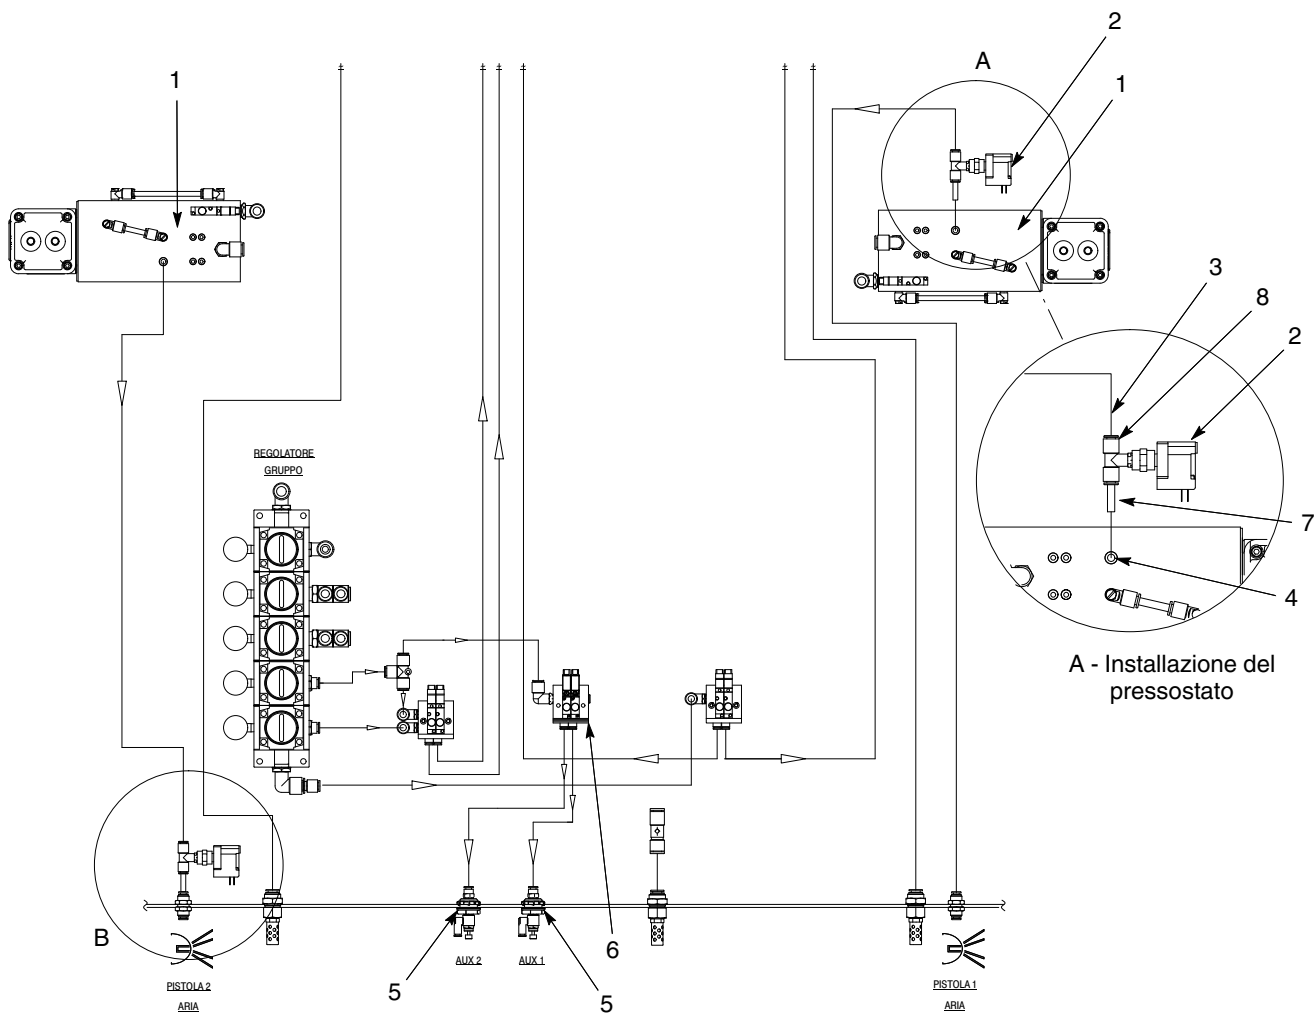

Figura 4 Schema pneumatico (nella figura un sistema a due pistole)
Vedi figura 4 per l'illustrazione della sezione pneumatica.
1. Rimuovere il tubo esistente (4) dal secondo regolatore (1) dal basso nel vano pompa Prodigy.
2. Installare il pezzo corto del tubo dal raccordo a T del gruppo collettore (3) nel regolatore (1).
3. Installare il tubo esistente dal punto 1 nel foro aperto del raccordo a T del gruppo collettore (3).
5. Togliere il nastro antiaderente dal fondo del gruppo collettore (2).
**NOTA:** Vedi figura 4 per l'illustrazione della sezione pneumatica.
1. Togliere il tappo dal foro ausiliario 1 (5) sul fondo del vano.
2. Installare il gruppo saracinesca (6) nella posizione del foro ausiliario 1, come illustrato. Il connettore (7) e il dado di bloccaggio (8) verranno posizionati dentro il vano. La guarnizione del condotto (9), l'adattatore (10) e la valvola di controllo flusso (11) verranno posizionati all'esterno del vano.
3. Inserire il tubo da 6 mm dal gruppo collettore (2) nel connettore maschio (7) del gruppo saracinesca (6).
4. Per un sistema a pompa doppia ripetere i punti 1 - 3 nella posizione del foro ausiliario 2 (12).